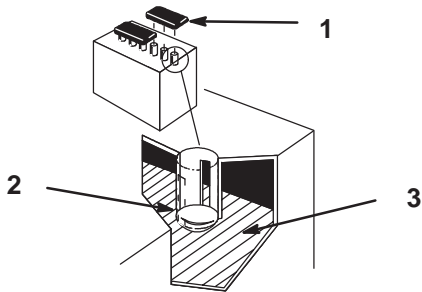

Bild 28
2. Entfernen Sie die Zellenfülldeckel. Wenn der Füllstand die Fülllinien nicht erreicht (Bild 28), füllen Sie genug destilliertes Wasser nach; siehe Nachfüllen von Wasser in die Batterie, Seite 29.
2. Entfernen Sie den Ölfülldeckel (Bild 28).
3. Gießen Sie langsam destilliertes Wasser in jede Batteriezelle, bis der Stand den unteren Teil des Röhrchens erreicht (Bild 28).